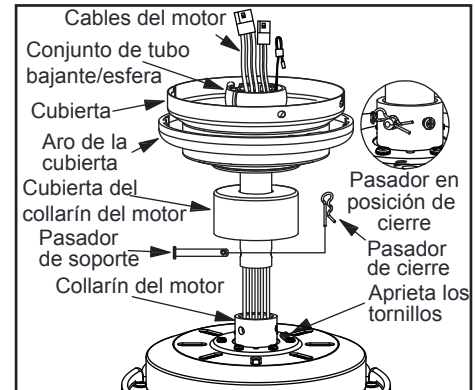

Figura 10
4. Inserta los cables que salen por la parte superior del motor del ventilador, a través de la cubierta decorativa del collarín del motor y enseguida por el aro de la cubierta. Asegúrate de que las ranuras queden en la parte superior. Inserta los cables a través de la cubierta y enseguida a través del conjunto del tubo bajante/esfera. (Figura 10)
6. Alinea los orificios en la parte inferior del tubo bajante con aquellos del collarín en la parte superior de la carcasa de motor. (Figura 10)
7. Inserta con cuidado el pasador de soporte a través de los orificios del collarín y del tubo bajante. Ten cuidado de no apretar contra el cableado dentro del tubo bajante. Inserta el pasador de cierre en el orificio cercano al extremo del perno hasta que encaje en su posición, como se muestra en el círculo de la Figura 10.